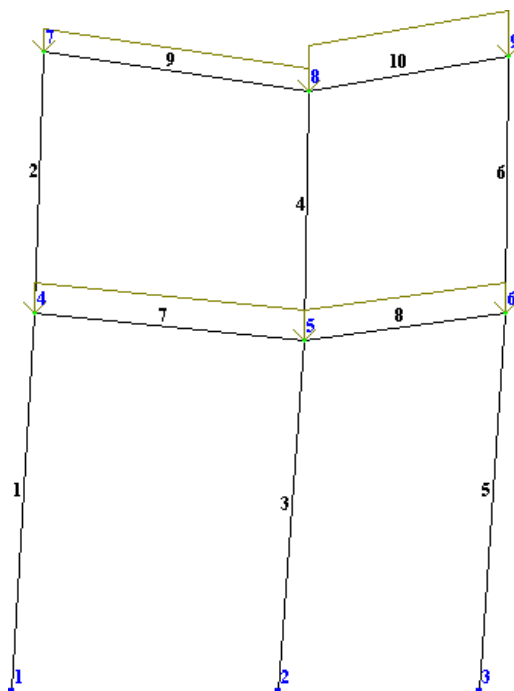

Рис.1.19. Расчетная схема с учетом перемещений узлов Вывод на экран эпюр внутренних
- В режиме просмотра результатов расчета по умолчанию расчетная схема отображается с учетом перемещений узлов (рис.1.19). Для отображения схемы без учета перемещений узлов щелкните по